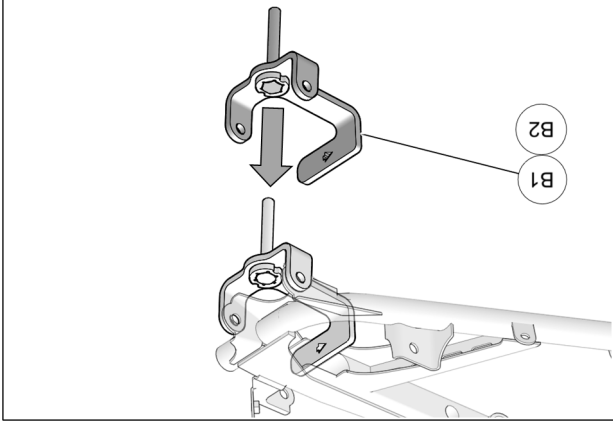

Fig. 7
6. Placer l'ancrage (B1-B2) sous le bras de suspension inférieur. S'assurer que l'extrémité recourbée de l'ancrage se positionne à l'intérieur du bras de suspension. Fig. 7